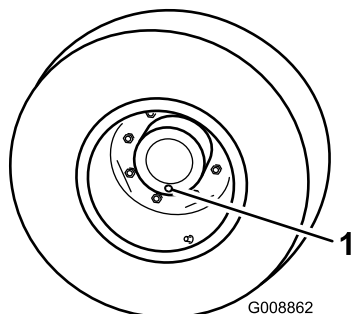

図 62
1. 平らな場所で、点検/ドレンプラグが一番低い位置時計の 6 時の位置に来るように停止させる図 62。